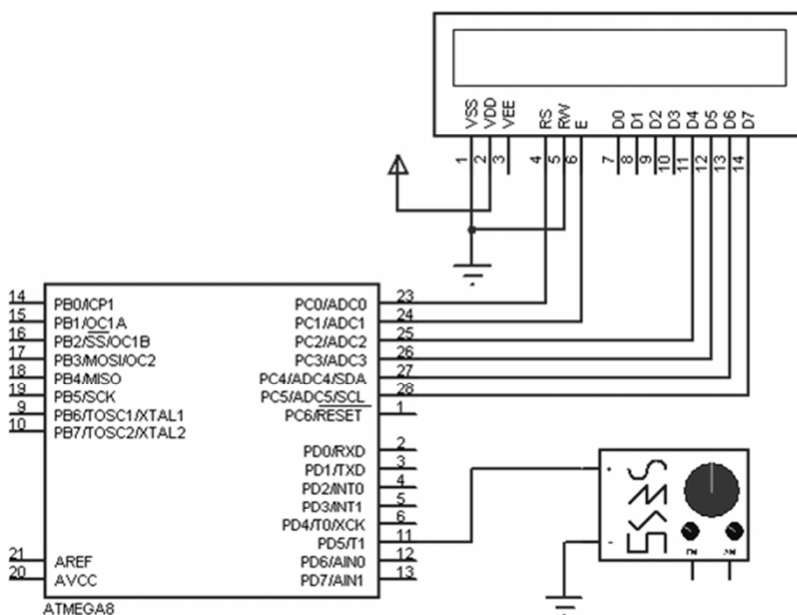

Fig. 9.13 – Circuito para o exercício 9.10 (obs.: a pinagem do ATmega8 é igual a do ATmega328).
9.10 – Elaborar um programa para que o ATmega328 funcione como frequencímetro digital, apresentando o valor lido em um LCD 16×2. Empregue um circuito adequado (sugestão na fig. 9.13).